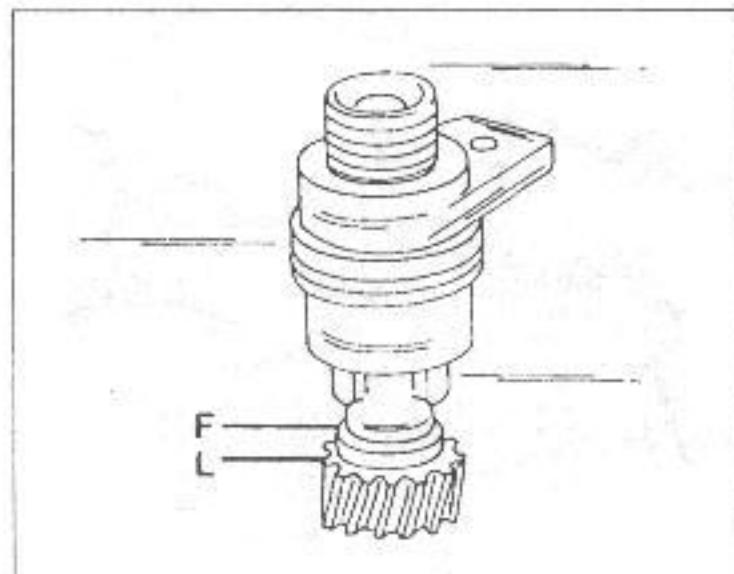

Рис. 10.
- Проверить, находится ли уровень масла между двумя отметками "L" и "F" на шестерне тахометра (см. рис. 10).